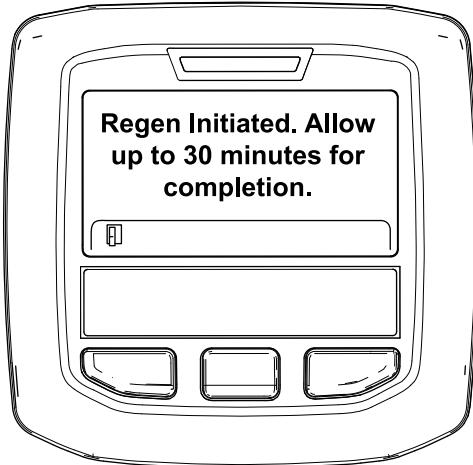

Figura 55
- Se la rigenerazione è consentita, nell'InfoCenter viene visualizzato il messaggio "Regen Initiated. Allow up to 30 minutes for completion" (Rigen. inizializzata. Attendere fino a 30 minuti per il completamento), attendete il completamento del processo di rigenerazione parcheggiata da parte della macchina (Figura 55).